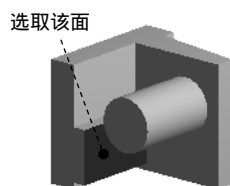

图 7.6.65 定义接触面
(1) 选择命令。在“Outline”窗口中右击  **Contacts** 节点，在弹出的快捷菜单中选择 **Insert**  **Manual Contact Region** 命令，弹出“定义接触参数”对话框。
(2) 定义接触面。在 **Scope** 区域中单击以激活 **Contact** 后的文本框，选取图 7.6.65 所示的模型表面为接触面，单击 **Apply** 按钮。